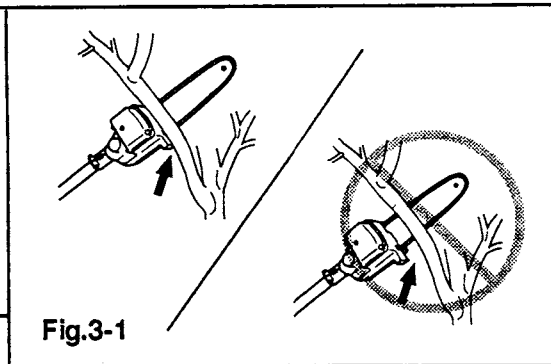

Fig.3-1
- Hold "front cutting guide" against branch. This will prevent whipping of the branch. DO NOT use back and forth sawing action. (Fig. 3-1)
- Lorsqu'on est prêt à couper: Tenir fermement la guide de coupage frontale contre la branche pour qu'elle ne puisse pas vous fouetter. NE PAS effectuer le coupage d'avant en arrière et d'arrière en avant à la façon du sciage. (Fig. 3-1)